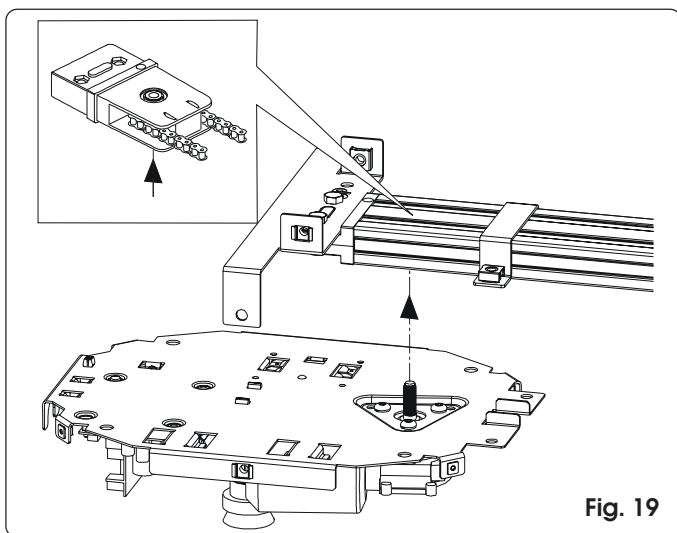

Fig. 19
- 3) Introduisez l'arbre du motoréducteur dans l'embrayage situé dans l'attache arrière du rail (fig. 19).